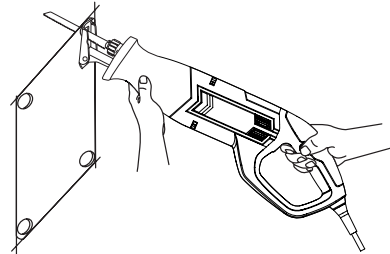

Fig. 8
- > Inserte la hoja de sierra (1) que está colocada en el producto en el orificio y asegúrese de que no toca la pieza de trabajo.
- > Encienda el producto y espere hasta que alcance la máxima velocidad antes de mover el producto (Fig. 8).